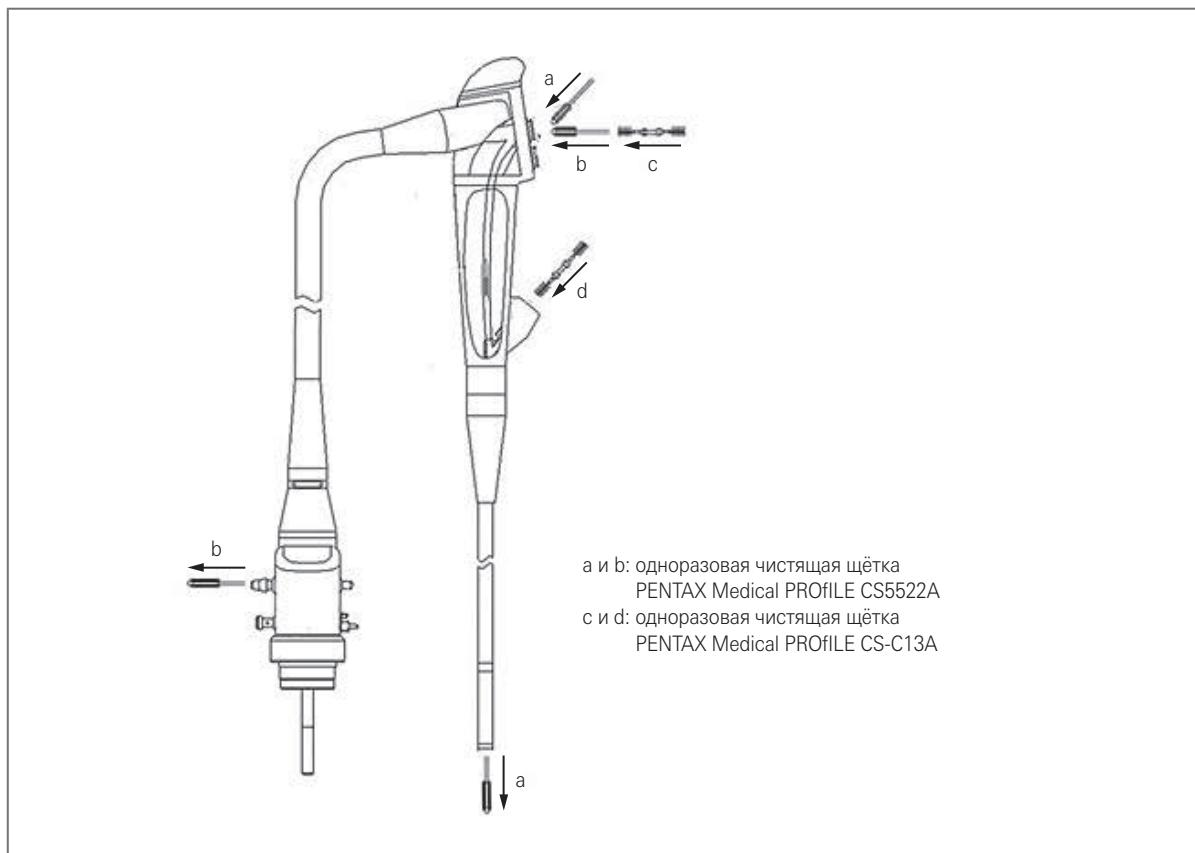

Рис. 5.2
- Выполните указанные ниже шаги для очистки щёткой аспирационного канала, аспирационного цилиндра, порта инструментального канала, клапана воздуха/воды, клапана аспирации и клапана для биопсии (как показано на рис. 5.2):